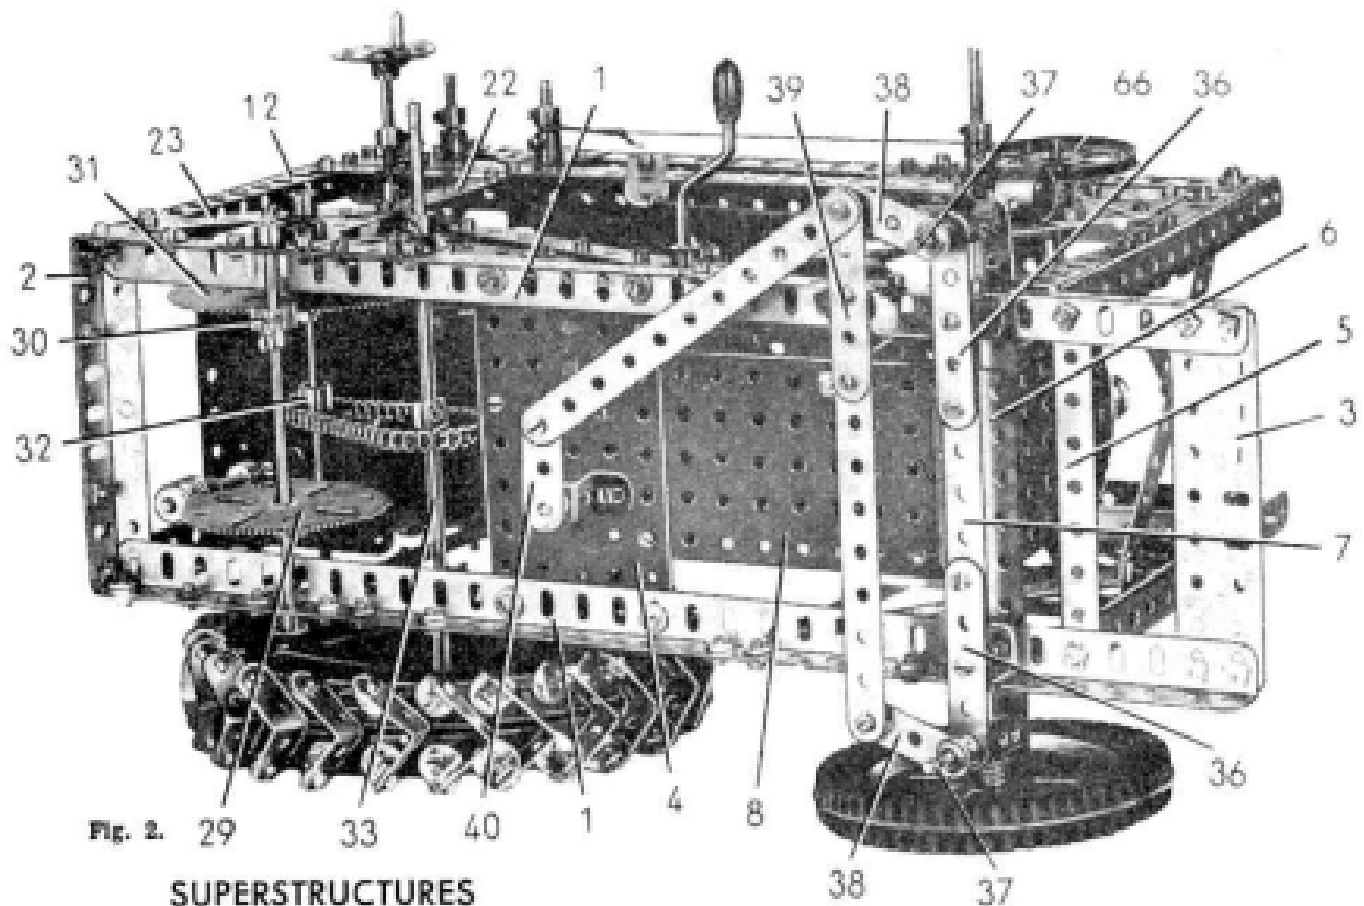

Fig. 2.
Le châssis (fig. 2) est formé de deux poutrelles (1) composées chacune d'une cornière de 25 trous et d'une de 9 trous qui se recouvrent sur 3 trous. Les poutrelles (1) sont assemblées à l'arrière par une cornière de 9 trous (2) et, à l'avant, par une poutrelle plate de 9 trous (3). Sur ce châssis sont fixées une plaque sans rebords de  $11,5 \times 6$  cm. (4), une cornière de 9 trous (5) et une cornière (6) formée de deux cornières de 7 trous qui se chevauchent sur 3 trous. A la hauteur de la cornière (6), une bande coudée de  $115 \times 12$  mm. (7) est boulonnée entre les cornières (1).
Une bande de 11 trous (22) est boulonnée verticalement sous la bande (19). Elle est réunie à la cornière (1) par une embase triangulée plate (fig. 2). Une bande (23), composée d'une bande de 4 trous et d'une bande à glissière de 5 cm., est montée entre la bande (22) et l'un des goussets d'assemblage étayant la cornière (12). Une bande de 6 trous (24) est boulonnée sur la bande (22) et sur la cornière (12), parallèlement à la bande (19).
Un moteur électrique universel est boulonné par ses rebords sur les deux bandes de 9 trous (25). Le moteur est décalé vers la gauche du modèle et son arbre est placé vers le bas (fig. 2). Une bande de 7 trous est boulonnée sur le levier de commande pour en faciliter le maniement.
Une bande de 5 trous (36) est fixée à chaque extrémité de la bande coudée (7) (fig. 2). Les bandes (36) débordent de deux trous et une rondelle est passée sur les boulons de fixation pour les écarter légèrement de la bande (7). Une tringle de 5 cm. (37) est passée dans les trous extrêmes des cornières (6) et des bandes (36). Entre ces deux